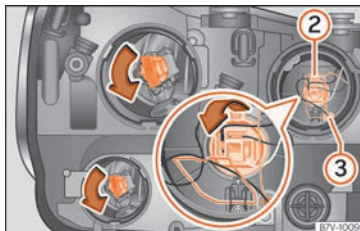

Fig. 63 Phare gauche.
- Appuyez fortement l'étrier métallique vers le bas et retirez le porte-ampoule vers l'arrière » fig. 63 ② avec l'ampoule.
- Retirez vers l'arrière le porte-ampoule » fig. 63 ③ avec l'ampoule.